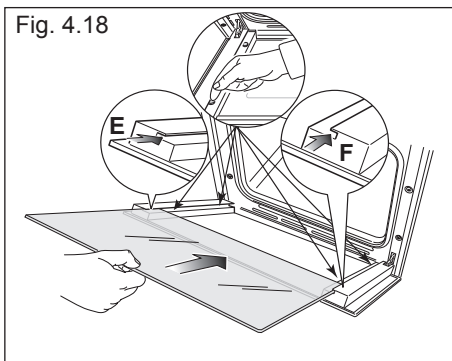
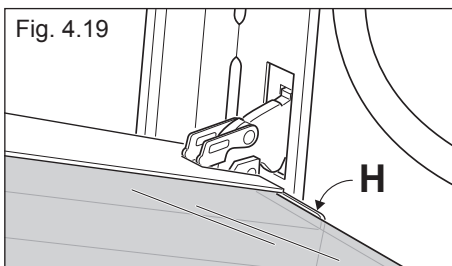

Fig. 4.18
Fig. 4.19
IMPORTANTE: È consigliabile, durante l'inserimento del vetro, tenere premuti in posizione i 4 distanziatori "D", mediante un dito, al fine di evitare la rottura o lo sfilamento dei distanziatori stessi (fig. 4.18).
- Inserire il vetro nelle guide "E" ed "F" (fig. 4.18) e farlo scorrere dolcemente fino ai fermi "H" (fig. 4.19).